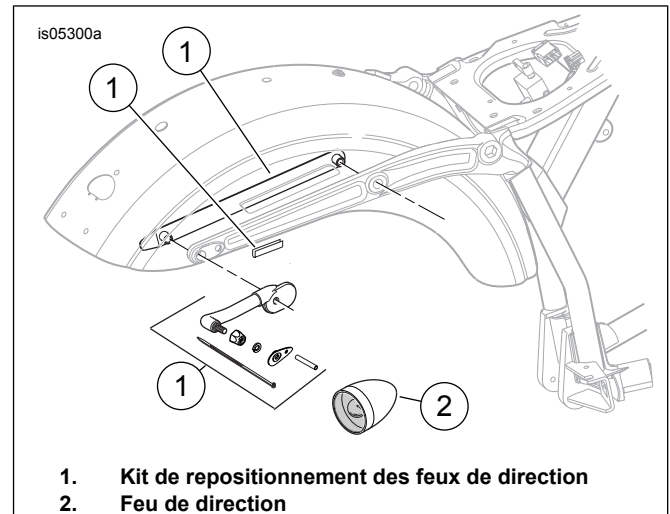

Figure 1. Kit de repositionnement des feux de direction, FXDB
3. **FXDB de 2009 et plus récents :** Voir Figure 1. Utiliser le support de garde-boue inclus dans le kit de repositionnement de feu de direction 68227-09.
2. Voir Figure 1. Mesurer une distance d'environ 38 mm (1-1/2 po) à partir du bord inférieur de la sacoche. Orienter le réflecteur horizontalement et centrer avec soin la monture de réflecteur entre les sangles des saches équipées de sangles, ou le placer sur la partie arrière des saches sans sangle. Appuyer délicatement la monture de réflecteur contre la sacoche pour transférer les marques de peinture et percer de petits trous dans la sacoche là où les marques de peinture ont été transférées.